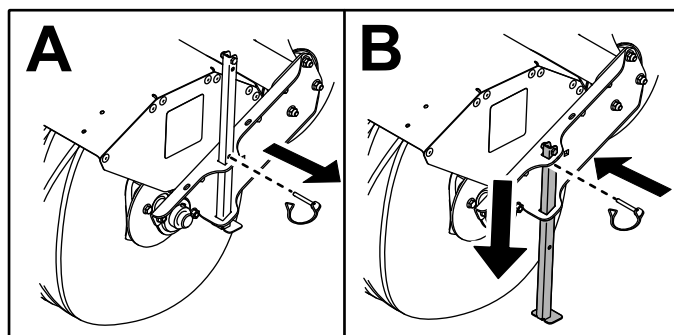

Figure 18
4. Abaissez les béquilles gauche, droite et arrière (Figure 18).